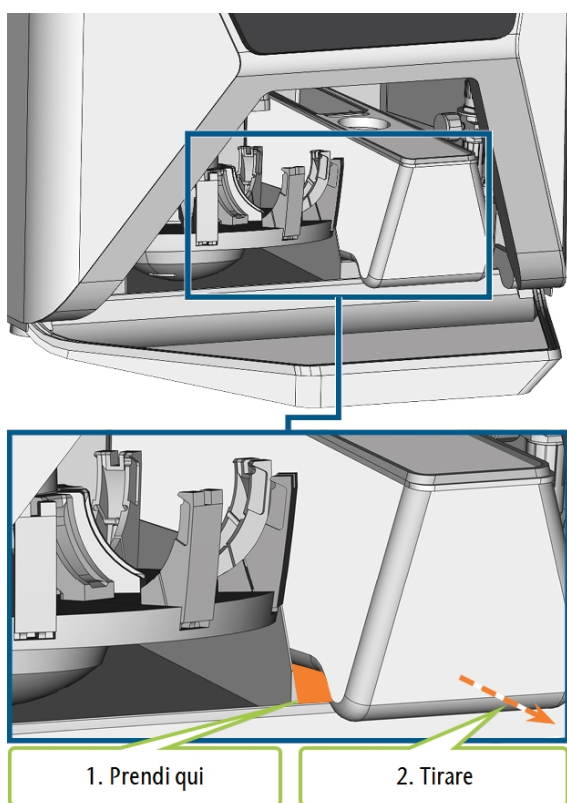

FIG. 35 – RIMOZIONE DEL SERBATOIO DEL REFRIGERANTE DAL COMPARTIMENTO MULTIFUNZIONE.
5. Estrarre il serbatoio del refrigerante dallo scomparto nella direzione indicata dalla freccia (↗ Fig. 35 – nel seguito).